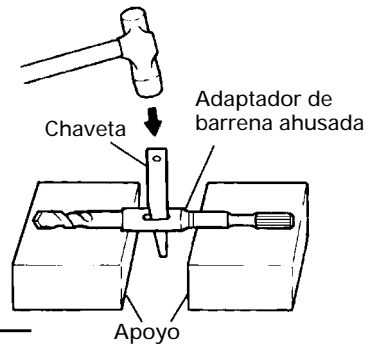

Fig. 12
- (3) Después de eliminar el polvo con una jeringa, fije la clavija en la extremidad del anclaje e introduzca el anclaje con un martillo de mano.
- (4) Para sacar la broca con la barrena ahusada introduzca una chaveta en la ranura del adaptador de barrena ahusada, ponga apoyos debajo del martillo rotativo y golpee la chaveta con un martillo de mano. (Fig.12)